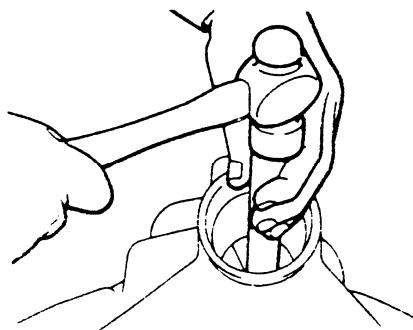

图 4-113 拆卸驱动小齿轮后轴承外座圈
(9) 拆卸驱动小齿轮后轴承外座圈, 如图 4-113 所示, 用专用工具 (工具 D-148 拆卸器和 C-4171 把手) 拆卸内轴承座。图示为垫片置于轴承座与差速器之间, 可包含齿轮油挡板, 若垫片与挡板有弯曲变形及损伤时, 则在组合时必须换新, 将架组以线绑住并测量, 若须更换则更换相同厚度。